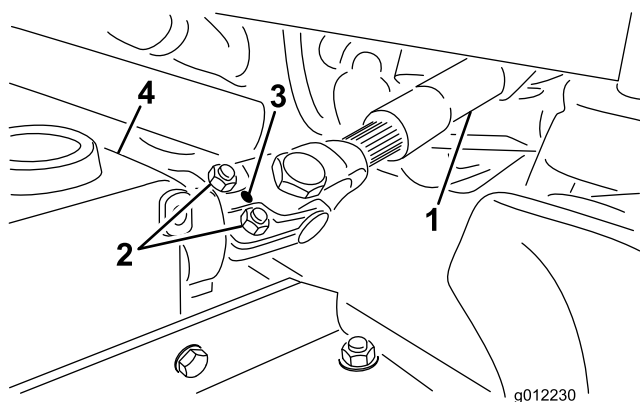

Figura 4
- A. Quite el pasador cilíndrico de la horquilla y del eje de la caja de engranajes (Figura 4).
- B. Afloje los 2 tornillos de caperuza y las contratueras (Figura 4).
- C. Sujete la horquilla del extremo del árbol de la TDF al eje de la caja de engranajes con el pasador cilíndrico (Figura 4).
- D. Apriete las contratueras para sujetar la horquilla al eje de la caja de engranajes (Figura 4). Apriete las contratueras a 20–25 Nm.